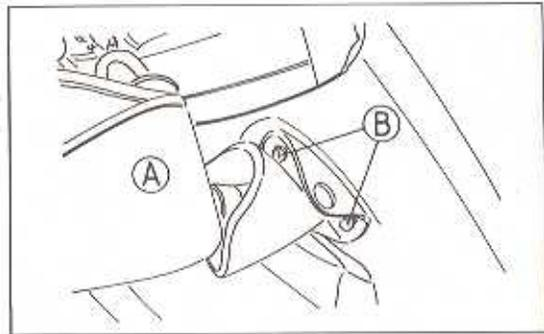

Bild 266
- Die Steckverbindung zum Scheinwerfer trennen und den Scheinwerfer abnehmen (Bild 266).